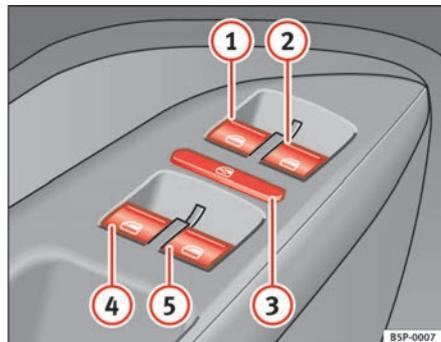

Fig. 69 Dettaglio della porta del conducente: interruttori dei finestrini anteriori e posteriori
I tasti ⇒ pag. 108, fig. 69 ① e ② hanno due livelli per l'apertura e due per la chiusura dei finestrini. In questo modo è più facile eseguire le operazioni di apertura e chiusura.